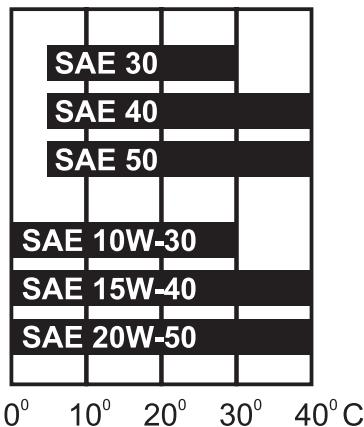

Рисунок 6 — Схема выбора марки масла в зависимости от температуры окружающего воздуха
- Вязкость используемого моторного масла зависит от температуры окружающего атмосферного воздуха, при которой эксплуатируется мотопомпа. При выборе вязкости, руководствуйтесь указаниями изготовителя моторного масла, исходя из условий эксплуатации и учитывая температуру окружающего воздуха (см. рис. 6).